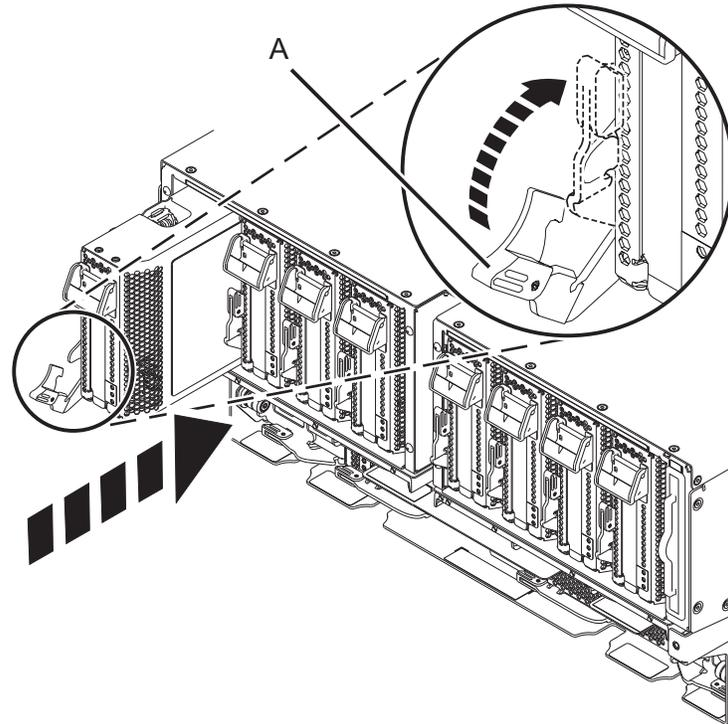

図 45. システムでの PCIe アダプター・カセットの取り付け
- a. カセット・ハンドル (A) をオープン position にして、アダプター・カセットの両端を注意深く握り、アダプター・カセットをスロットの位置に合わせてください。47 ページの図 45 を参照してください。
- c. カセットをスロットに完全に挿入したら、図 45 に示す方向に赤褐色のカセット・ハンドル (A) を回転させて、アダプター・カセットをスロットにロックします。